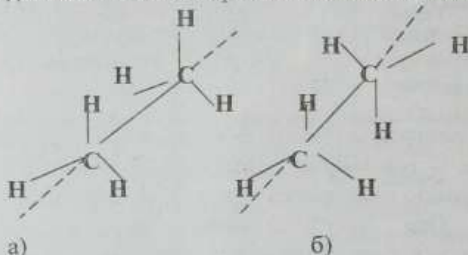

Рисунок 2 – Конформації молекули етану: а) затулена; б) загальмована
-*затулена конформація*, в якій відстань між атомами гідрогену двох сусідніх метильних груп найменша, тому зв'язки С-Н цих груп відштовхуються; це приводить до збільшення потенціальної енергії молекули і, отже, до меншої міцності (рис. 2а);